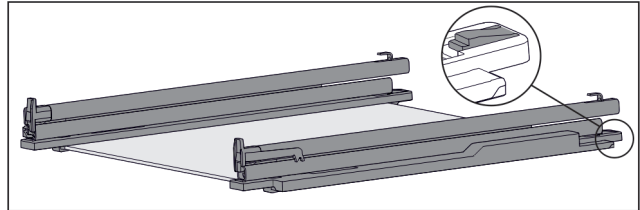

Fig. 110 Glasplaat met rails en vasthouddelen
- ▶ Vasthouddeel achter omlaag duwen (zie Fig. 110) en tegelijk rails naar achteren schuiven.